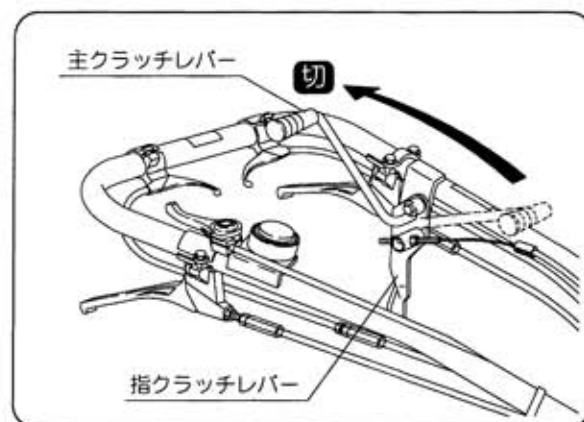

図6
③ 主クラッチレバーが「切」位置になっているかを確認してください。(図6)